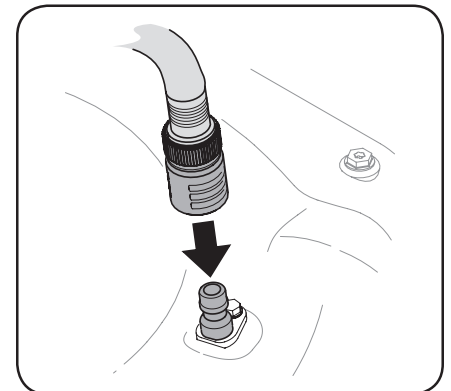

Figura 4-2
3. Una la manguera con el pico de lavado al puerto de agua que se encuentra en la superficie de la plataforma. Consulte la Figura 4-2.